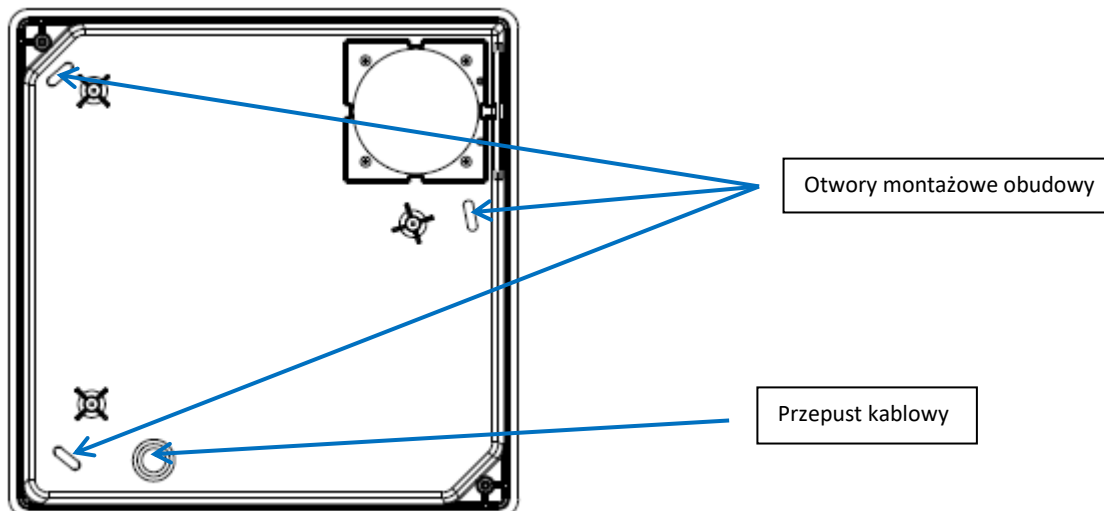

Rys. 4.1: eVI R, eVI EC R T – wymiary
- W ścianie (w suficie) należy przygotować miejsce do swobodnego montażu obudowy – wymiary obudowy rys. 4.1 i 4.2.